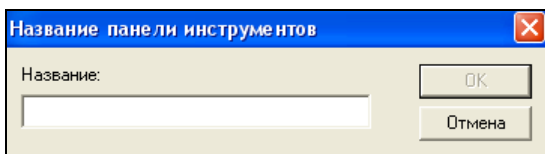

Рис. 25.5. Диалоговое окно **Название панели инструментов**
- ◆ нажмите кнопку **Новая**, на экране появится диалоговое окно **Название панели инструментов** (рис. 25.5);